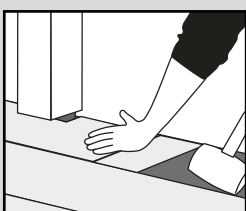

Fig. 6
7. Onder deurposten: Als de plank/tegel niet kan worden opgetild, gebruikt u een speciaal stootblok (of restant van het materiaal) en een rubberen hamer om de plank/tegel vlak op de vloer aan te tikken (Fig. 6).